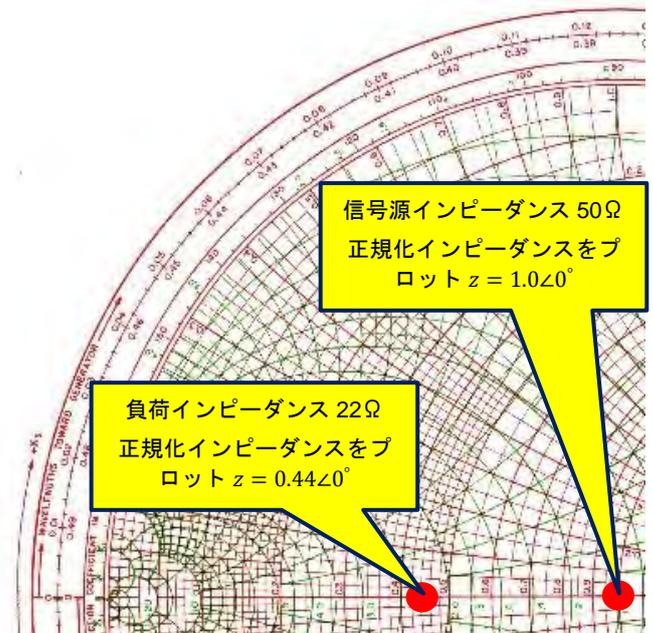

図 17. 最初に信号源と負荷の正規化インピーダンスをプロットする（インピーダンスもアドミッタンスも同じ位置なのでどちらもインピーダンスで位置を決めてよい）
最初は図 17 のように、信号源と負荷の正規化インピーダンスをプロットします。アドミッタンスも含めて考えていく必要はあるのですが、イミッタンス・チャート上ではインピーダンス表記もアドミッタンス表記も同じ位置なので、どちらもインピーダンスで位置を決めてしまってもかまいません。
- ① たえば図 17 の  $50\Omega$  のところからスタートして、交点に到着したいなら
- ② アドミッタンス・チャートのサセプタンス軸上に沿って  $1.137$  だけ進む
- ③ そうすると交点に到着できる
- ④ この移動分をリアクタンスで考えれば、 $50\Omega$  系で  $+j43.98\Omega$  ( $50/1.137$ )
- ⑤  $1\text{MHz}$  で考えるなら、 $7\mu\text{H}$  のインダクタ
- ⑥ アドミッタンス・チャートで考えていたので、これは  $7\mu\text{H}$  のインダクタの並列接続になる